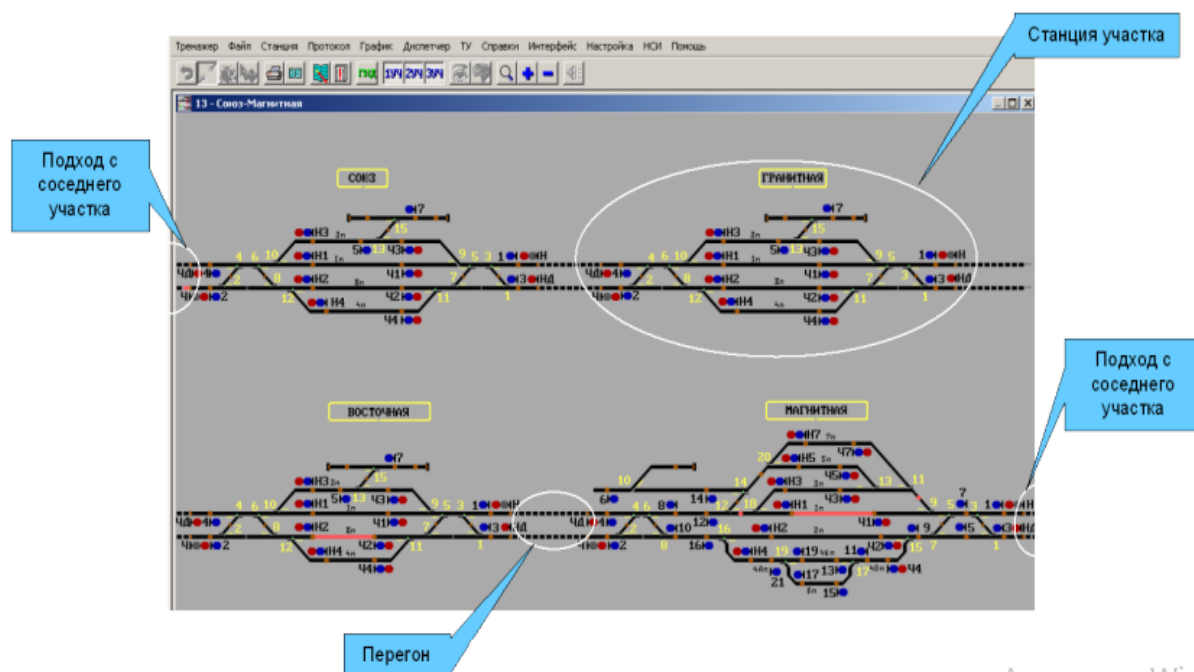

Рис. 5. Вид рабочего экрана при работе в имитационном тренажере
- схема железнодорожного участка – «рабочее место ДНЦ» (рис. 5);
При работе в имитационном тренажере в режиме АРМ ДНЦ на экране дисплея изображен полигон – схема участка, включающая группу станций, перегоны между ними и подходы с четного и нечетного направлений (рис.5).